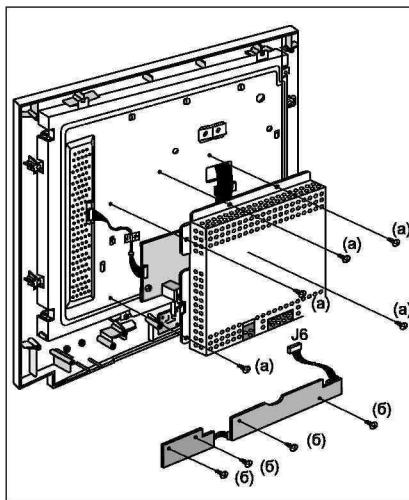

Рис. 5
- Выкручивают пять винтов (а) крепления защитного экрана электронных плат (рис. 5), отсоединяют соединитель J6 и снимают экран.
- Выкручивают четыре винта (в) и снимают плату панели управления (рис. 5).